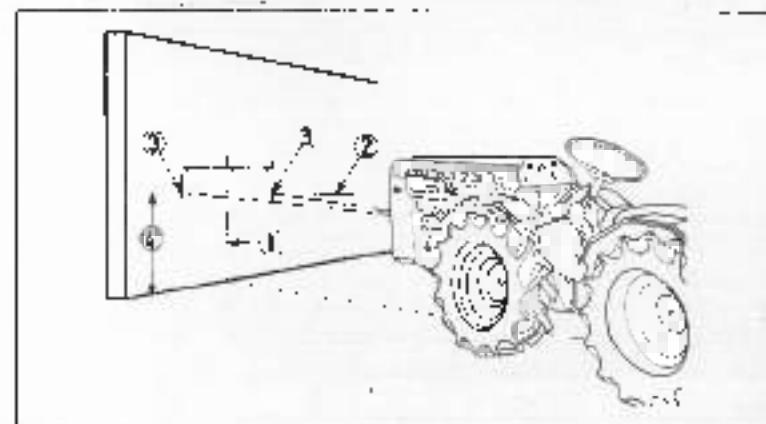

Fig. 91
1. Fig. 91. Colocar el tractor a una distancia de 2 m, perpendicular a un muro o pantalla.
3. Por este punto, trazar una línea vertical (1).
4. Dibujar una línea horizontal (2) que corte a la línea vertical (1) a la altura de los faros.
5. Marcar dos puntos (3) en la línea horizontal, equidistantes de la línea vertical (1), que representen la distancia entre los dos faros.
6. Verificar solo un faro a la vez, tapando el otro, de modo que los puntos (3) marcados en el muro o pantalla estén en el centro de cada haz luminoso. El centro se encuentra marcando los extremos vertical y horizontal del haz luminoso y dividiendo por dos.